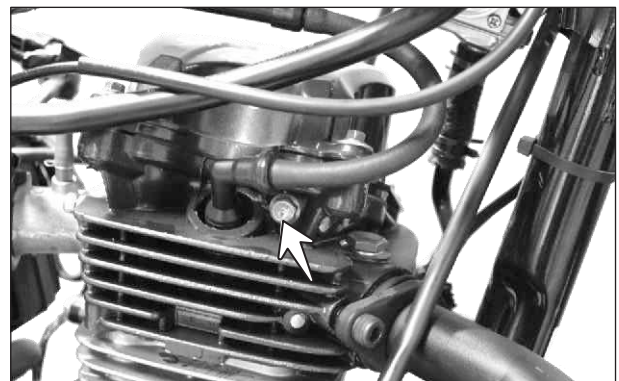

Fig. 2.9
- Retire el tornillo hexagonal (M6x10) junto con la arandela de aluminio de la culata. (Fig. 2.9)